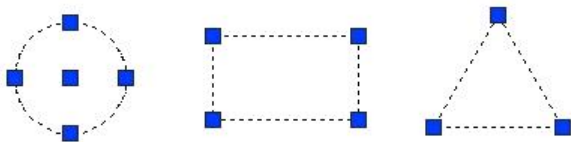

图 2-62 常见图形图像上的夹点位置
(6) 夹点编辑。夹点是指在无命令状态下选中图形对象时, 出现在对象的特定点上的一些蓝色小方框, 如图 2-62 所示。使用夹点可直接而快速地编辑图形对象。